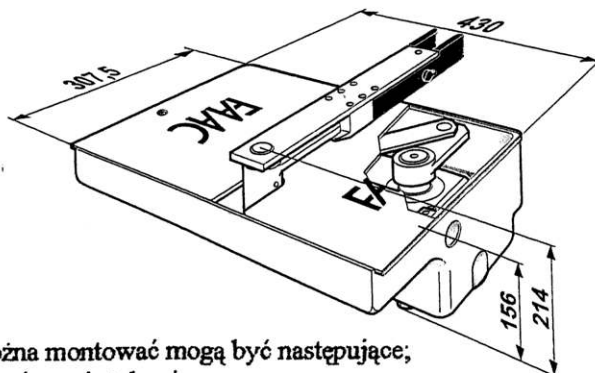

Fig. 3
3.2 OSADZENIE KASETY NOŚNEJ (rys.3)